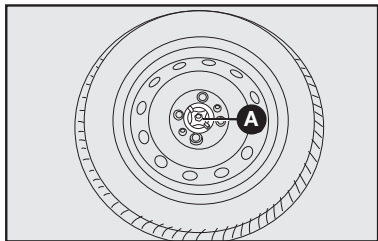

fig. 14
- Fixar a roda com o dispositivo de bloqueio **A**-**fig. 14**.
ADVERTÊNCIA: para versões do modelo que têm roda em liga e estepe em chapa, não utilizar o dispositivo de bloqueio **A**-**fig. 14**, pois ele é dimensionado para estepe com roda em chapa de aço, não permitindo a fixação da roda em liga.